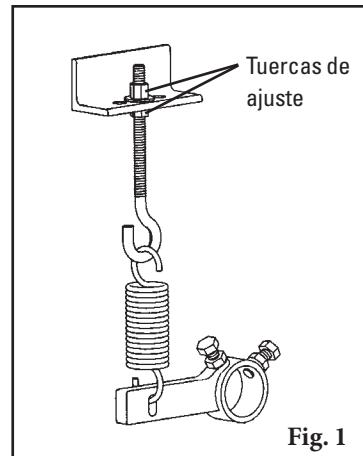

Fig. 1
1. Elimine la tensión. Afloje las tuercas de ajuste del soporte de montaje/ensamble de tornillo en J para eliminar la tensión del brazo (Fig. 1). Esto libera la tensión de la hoja en la banda.